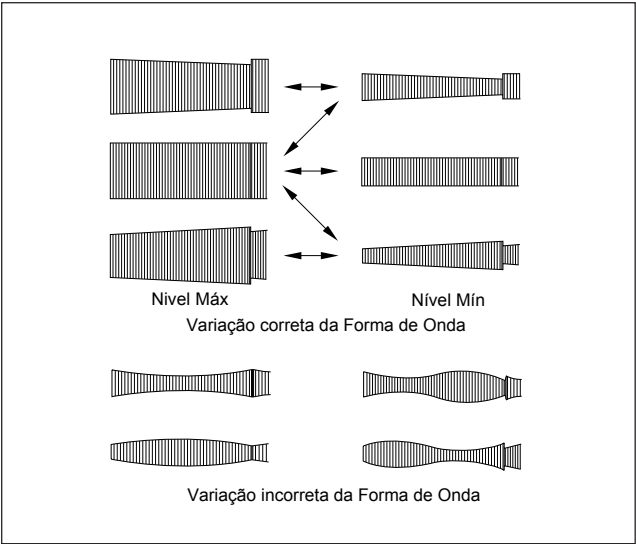

Fig. 2-3-1a
- Aplique o sinal de trigger externo a D.FF (E), e observe forma de onda de FM em V.PB no ponto medida (D).
- Tenha certeza que não há nenhuma queda significativa da forma de onda de FM V.PB causada pela operação de tracking, sua variação deve ser geralmente paralela e linear. Execute os seguintes ajustes quando necessário. (Veja Fig.2-3-1a.)